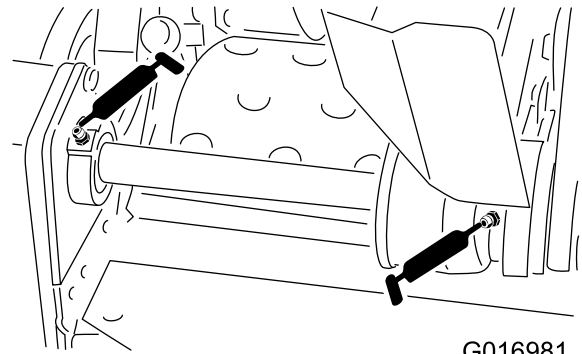

図 20
- ・ リールのカウンタシャフトのベアリング2ヶ所 図 20